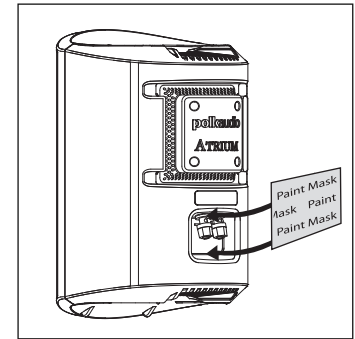
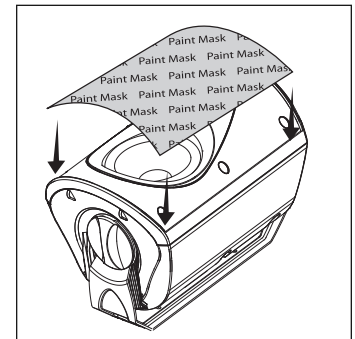

FIGURA 6: Enmascare las terminales que se encuentran en la parte de atrás del altavoz.
FIGURA 7: Enmascare los excitadores y los baffles.
2. Enmascare las terminales, que se encuentran en la parte de atrás del altavoz [figura 6], los paneles de extremo y las perillas de soporte, y enmascare cuidadosamente la parte de adelante de los altavoces para proteger los excitadores y los baffles mientras pinta [figura 7]. La rejilla tiene un logotipo que se puede enmascarar si no desea pintarlo.